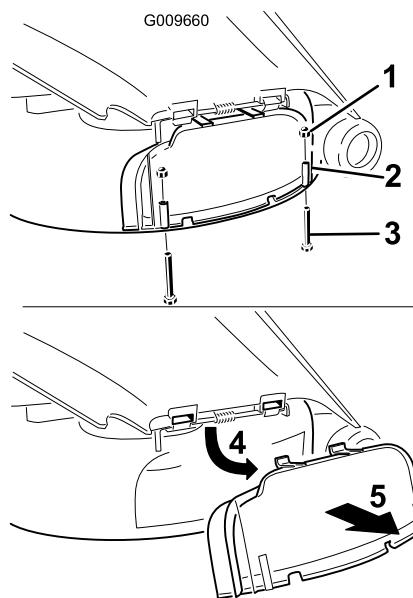

Bild 25
- Entfernen Sie die zwei Schrauben und Muttern, mit denen die Abdeckung des Auswurfkanals am Mähwerk befestigt ist (Bild 25).